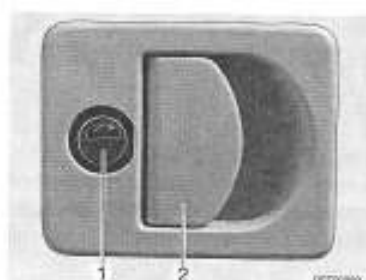

Fig. 39 Serrure du portillon avec poignée
- Insérer la clé dans le barillet (Fig. 39,1) et la tourner d'un quart de tour. La serrure du portillon est déverrouillée.
- Tirer sur la poignée de la serrure (Fig. 39,2). Le portillon extérieur est ouvert.